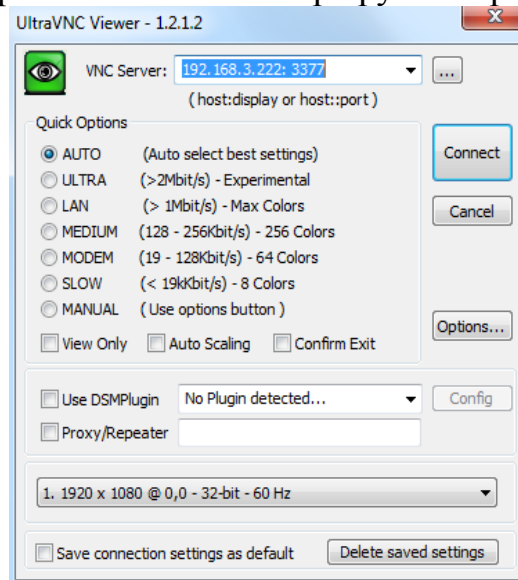

Рисунок 4 – Окно программы UltraVNC Viewer
10. В окне программы в поле «VNC Server» ввести адрес удаленного подключения к контроллеру в формате внешний IP маршрутизатора: порт (см. рисунок 4).